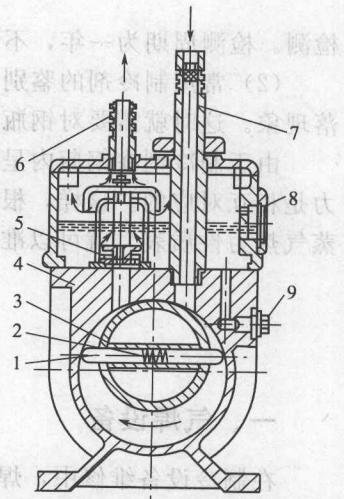

图 1-18 2X 型旋片式
(1) 真空泵的构造 真空泵是抽除制冷系统内气体以获取真空的专用设备，在制冷设备的维修中应用广泛，其结构见图 1-18。